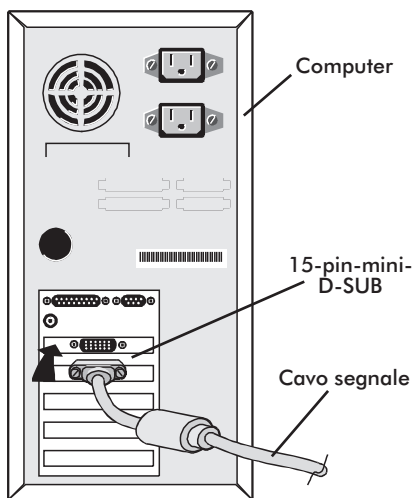
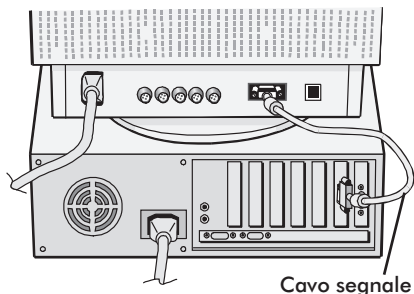

Figura A.1
Figura A.2
2. **Per PC:** collegate un'estremità del cavo del segnale D-SUB mini a 15 pin al connettore della scheda display nel vostro sistema (Figura A.1), e l'altra estremità al retro del monitor (Figura A.2). Avvitare bene tutte le viti. Procedere fino al punto 4.